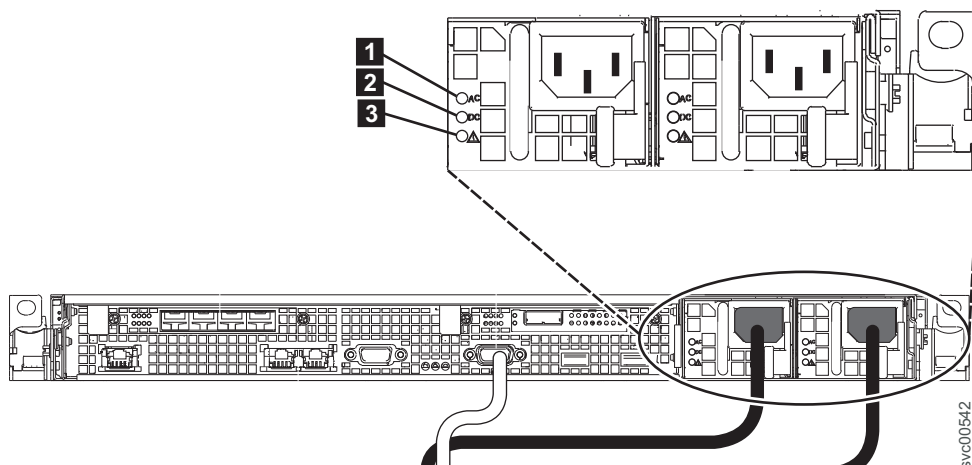

図 205. SAN ボリューム・コントローラー 2145-CG8 または 2145-CF8 AC LED、DC LED、および電源エラー LED
5. 270 ページの図 205 に示すように、各電源機構の電源コード・コネクタの左側で、AC 電源 LED (**1**) および DC 電源 LED (**2**) が点灯していることを確認します。